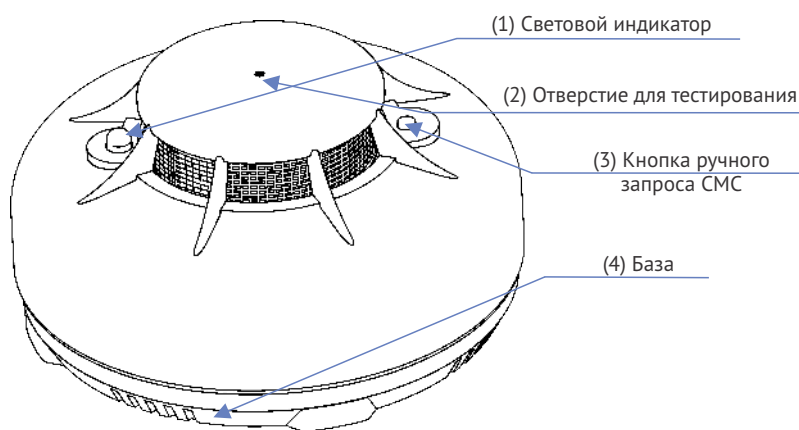

Рис. 1 - Внешний вид
- 8.1. Отсоедините базу (4, рис.1), путем поворота корпуса против часовой стрелки.
- 8.3. Установите корпус Извещателя на базу (4, рис.1).
- 9.1. Проверка работоспособности Извещателя осуществляется введением зонда в отверстие (2, рис.1) на корпусе Извещателя. При этом Извещатель в течение 10 секунд перейдет в режим «Пожар», после чего зонд нужно извлечь. Вернуться в дежурный режим можно дождавшись выполнения алгоритма режима «Пожар» (см. руководство по эксплуатации) или нажатием кнопки перезагрузки (5, рис. 2).